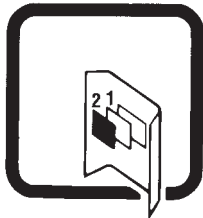

Fig. 3
- 2: det färgade glaset (adiaktiniska) på insidan, fig. 3